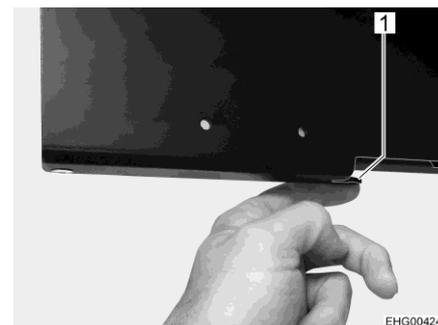

Fig. 96 Sbloccaggio del meccanismo a rotazione
- Per ruotare lo schermo piatto nella posizione desiderata: Premere la leva nera (Fig. 96,1) verso il basso sulla piastra estraibile e ruotare lo schermo piatto.